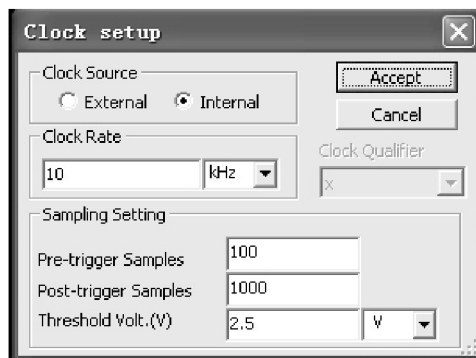

图 3-31 设置时钟脉冲对话框
(1) 读数指针数值显示区：移动读数指针上部的三角形可以读取波形的逻辑数据。其中 T1 和 T2 分别表示读数指针 1 和读数指针 2 相对于时间基线零点的时间，T2 - T1 表示两读数指针之间的时间差。
(2) Clock 区：利用 Clock/Div 条形框可以设置在显示屏上每个水平刻度显示的时钟脉冲数。单击 **Set...** 按钮，设置时钟脉冲，按该按钮后出现如图 3-31 所示的对话框。